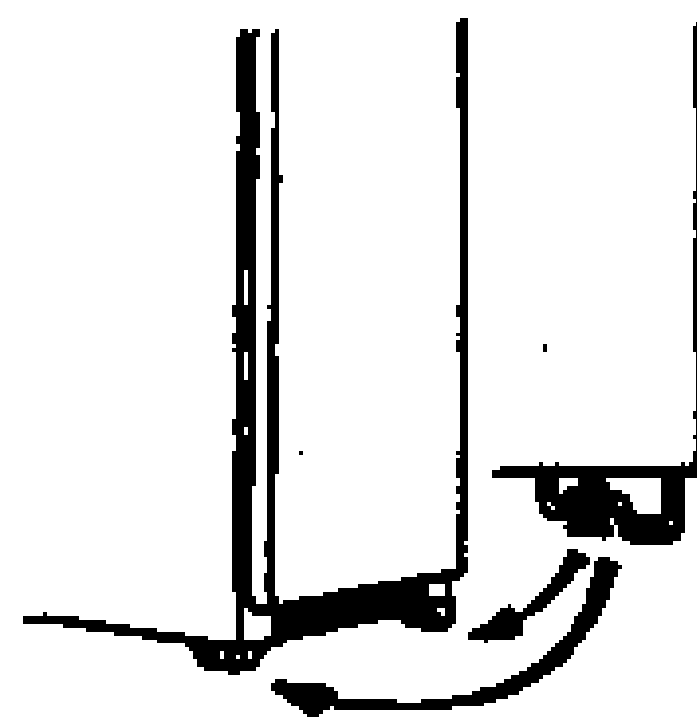

图 6—26 水平调整电冰箱位置
(3) 放置电冰箱的地板必须平坦、坚固。若地面不平，应反复调整冰箱下面的两颗螺丝钉使冰箱放置水平。向右旋转，螺钉升高；向左旋转，螺钉下降（图 6—26）。
(4) 严格按照规定接通电源，不要与其他电器使用同一插座，最好接在专用的电源线上。同时要使用三孔带接地线的电源插头、插座，若不得已使用两心插头时，应将冰箱外壳接地，以防漏电伤人。
(5) 不要把电冰箱放在过分潮湿的地方，以免影响电气绝缘和引起金属件生锈等。